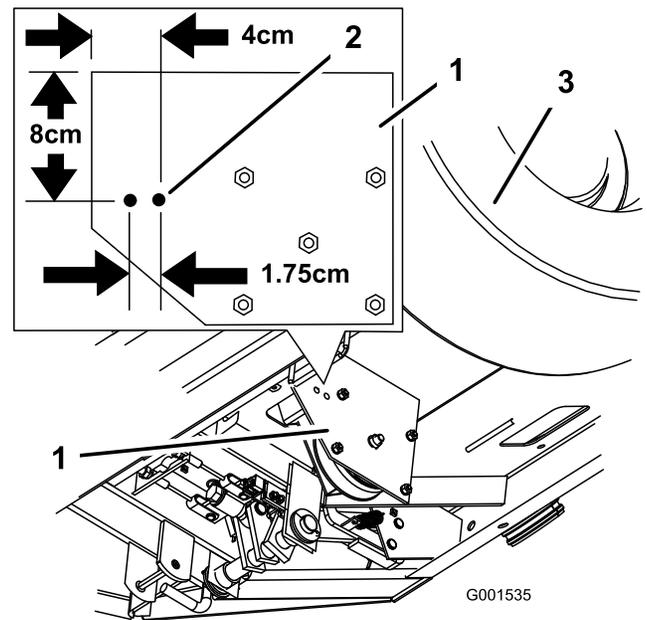

Figure 2
1. Localisez la plaque d'embrayage sous le plancher (Figure 2).
2. Pour percer les trous de l'avertisseur sonore, mesurez et repérez les trous comme indiqué à la Figure 2.
3. Percez deux trous de 8 mm de diamètre dans la plaque d'embrayage (Figure 2).